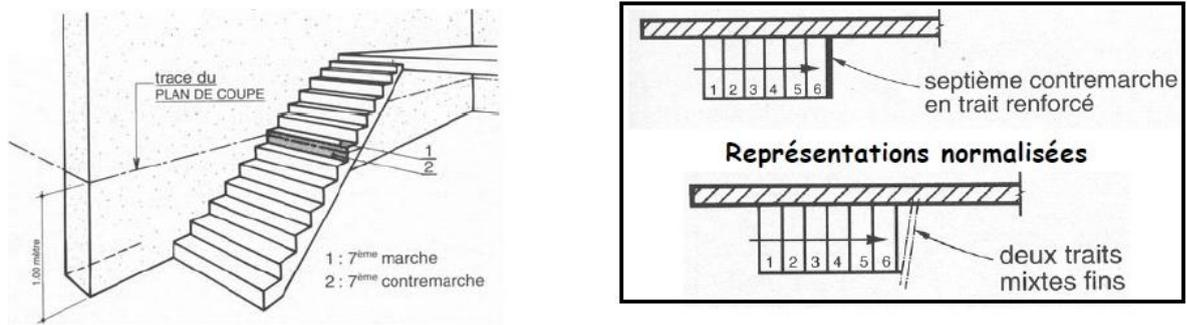

Figure 7 : Représentation d'un escalier.
- Représentation d'un escalier (Figure 7).